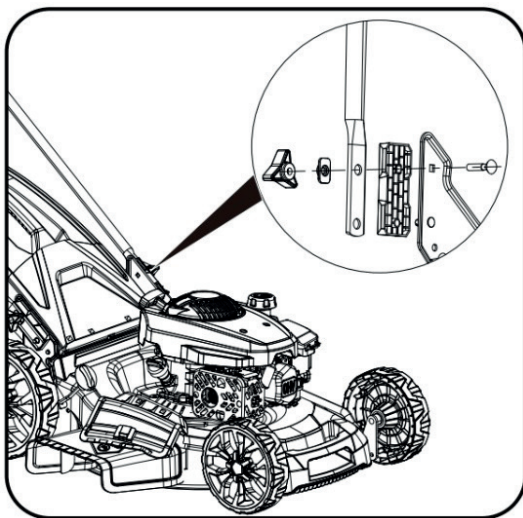

Рис. 3
1. Прикрепите нижнюю ручку к устройству с помощью двух болтов и двух маленьких ручек с каждой стороны. (Рис.3)